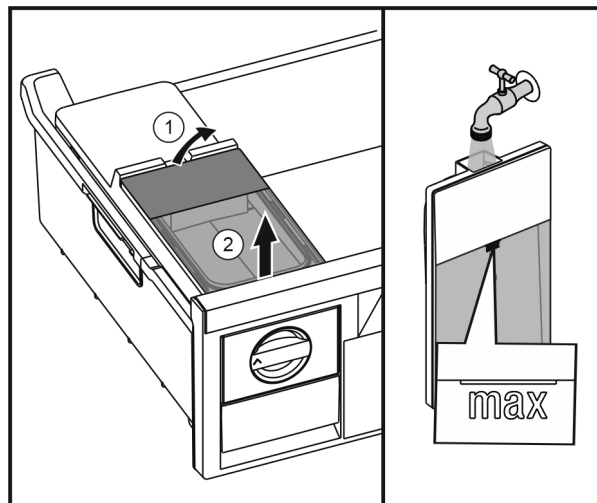

Fig. 37
- Soulever le réservoir d'eau depuis l'arrière Fig. 37 (1) et l'enlever vers le haut Fig. 37 (2).